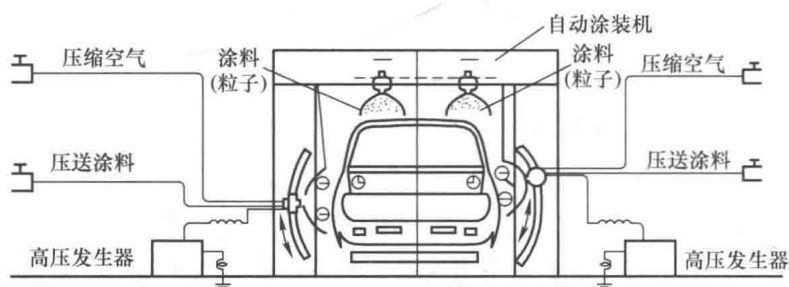

图 1-12 二道浆涂装
(4) 二道浆涂装 二道浆涂装(图 1-12)的作用是增强底漆与面漆之间的附着力,提高面漆的机械强度,保证面漆表面的平整度。